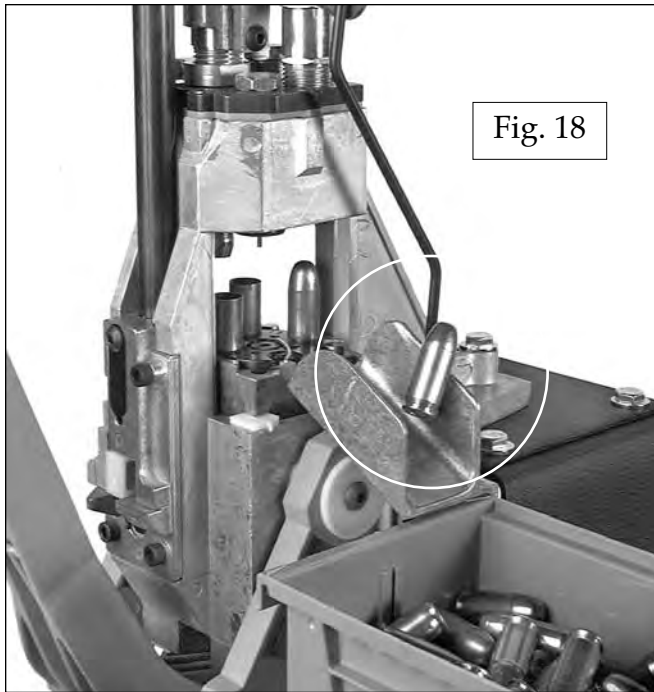

Fig. 18
4.) À partir de ce stade, placez une balle sur la cartouche au Poste 3 de la main gauche et insérez un étui au Poste 1 de la main droite puis actionnez la poignée. À chaque fois que vous actionnerez la poignée, la machine finira et éjectera une cartouche chargée dans la boîte de collecte. (Voir Fig. 18)